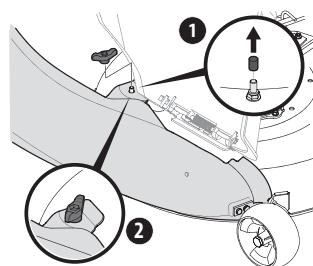

Figure 20
2. Fixez la goulotte au plateau avec l'écrou papillon du sachet de quincaillerie (689-02019). Voir Figure 20.
NOTE : Sur certains plateaux, le goujon sur lequel vous devez faire passer la goulotte est protégé par un capuchon. Retirez ce dernier, comme indiqué à la Figure 20.